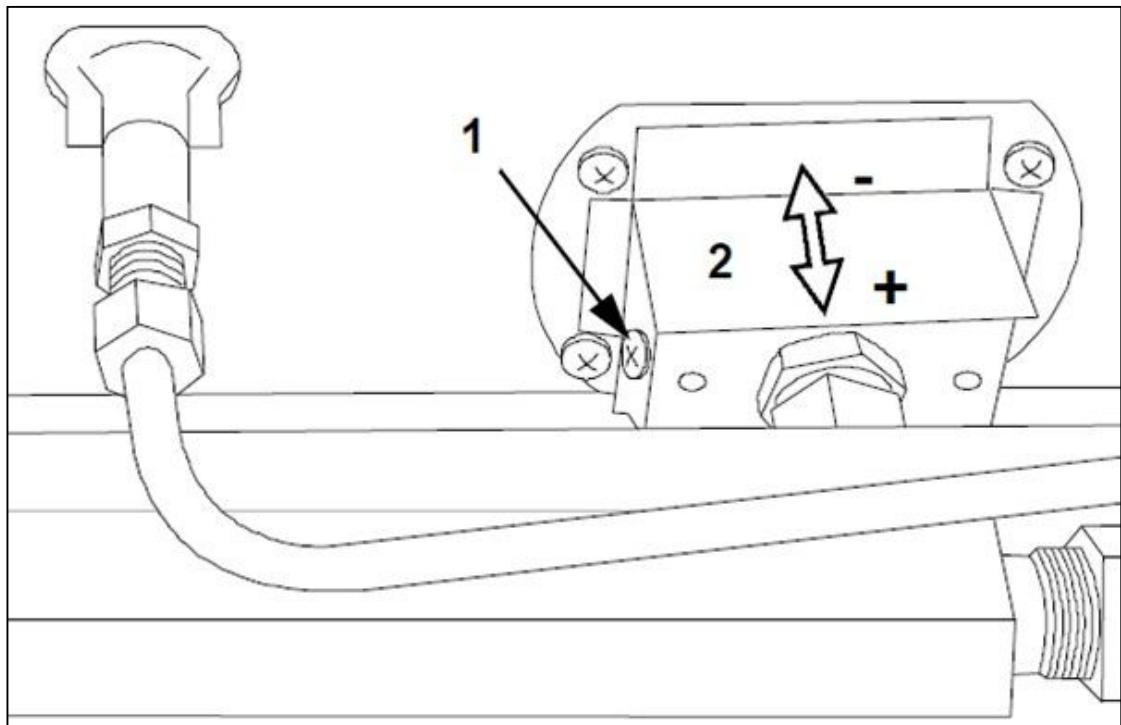

FIG.9
Desatornille el panel frontal (fig.3-ref.2) retire el amortiguador de aire (fig.9-ref.1/2) para ver y alcanzar los inyectores. Desenroscar los inyectores y sustituirlos por los indicados en la tabla de datos técnicos del modelo de horno adquirido.
Aflojar el tornillo (fig.9-ref.1) para hacer deslizar en el pomo correspondiente la apertura de aire del quemador (fig.9-ref.2). una vez realizado el ajuste atornillar para fijar la pieza.